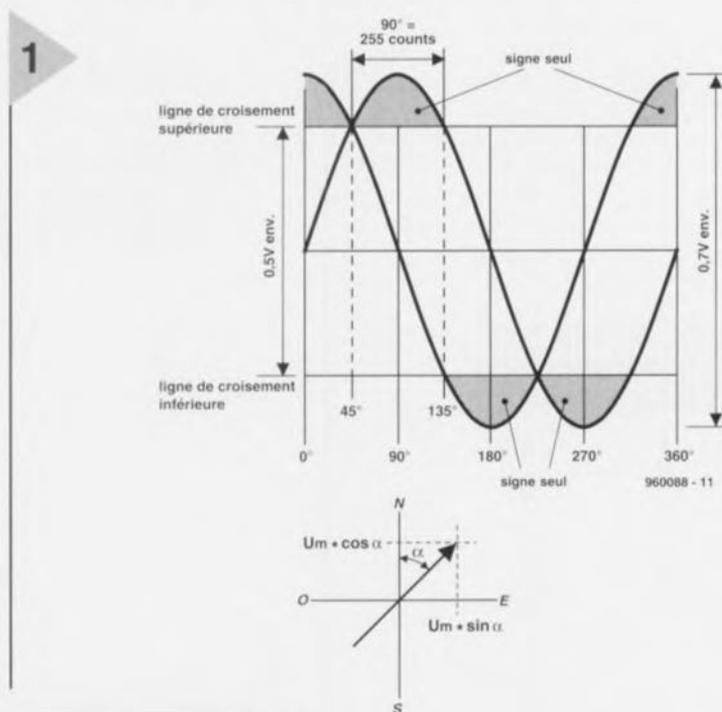

Figure 1. L'un des signaux définit le quadran concerné, l'autre la direction exacte.
de direction (circulaire) à l'intérieur d'un quadran (figure 1). En d'autres termes : la direction est décomposée en une composante sinusoïdale et en une composante cosinusoidale, ces 2 fonctions, $U_{S1} = U_{max} \cdot \sin \alpha$ et $U_{S2} = U_{max} \cdot \cos \alpha$ étant représentées sur la figure 2. Les courbes de sinus et de cosinus présentent la même valeur dans 2 directions, à savoir 45° (NE) et 225° (SO). Ces tensions définissent les lignes de croisement supérieure (U_{OK}) et inférieure (U_{UK}). À mi-chemin entre ces 2 tensions on retrouve la tension de croisement centrale qui sert de tension de croisement centrale, U_{MK} . Le signal de sortie varie entre quelque 2,1 et 2,9 V, la ligne de croisement centrale se trouve ainsi aux environs de 2,5 V. La valeur exacte est sujette à une tolérance relativement élevée mais ne joue pas de rôle sachant que U_{MK} est exclu du traitement ultérieur du signal. La plage battue par la tension de sortie va donc de $\pm 0,5$ à $0,375$ V et l'écart entre les lignes de croisement ne dépasse pas y avoir de problème 50 mV. Lors du traitement des 2 tensions de sortie on linéarise la partie de la courbe entre les 2 tensions de croisement. La tension se situant en-dehors de la plage définies